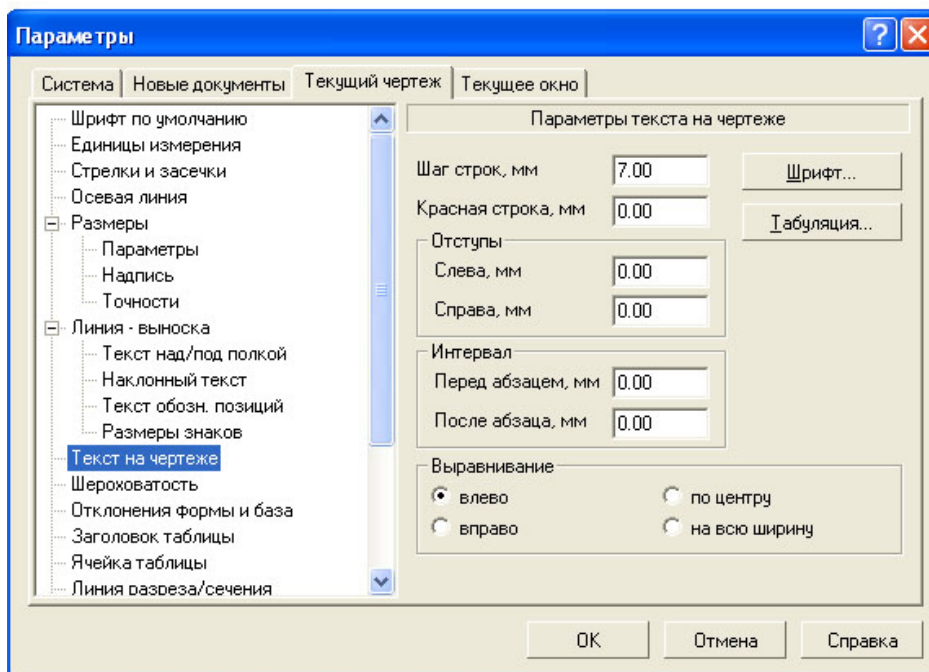

Рисунок 1
2.1 Задайте параметры текста на чертеже по умолчанию. Для этого вызовите команду **Сервис⇒Параметры...** и выберите закладку **Текущий чертеж**. В результате появится диалоговое окно **Параметры** (рисунок 1)